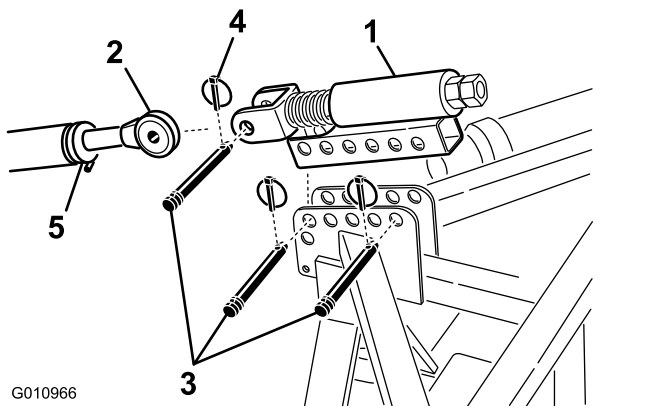

Figure 9
1. Montez le bras d'attelage supérieur à ressort sur le support d'aérateur avec 2 axes d'articulation et goupilles à anneau (Figure 9)
2. Desserrez le contre-écrou sur le bras d'attelage supérieur du groupe de déplacement. Réglez la longueur du bras d'attelage supérieur du groupe de déplacement jusqu'à ce qu'il s'aligne sur la chape du bras d'attelage supérieur à ressort de l'aérateur (Figure 9).
d'attelage supérieur à ressort avec un axe de chape et une goupille à anneau (Figure 9).
6. Tournez le bras d'attelage supérieur jusqu'à ce que le ressort soit comprimé d'environ 13 mm (Figure 9).